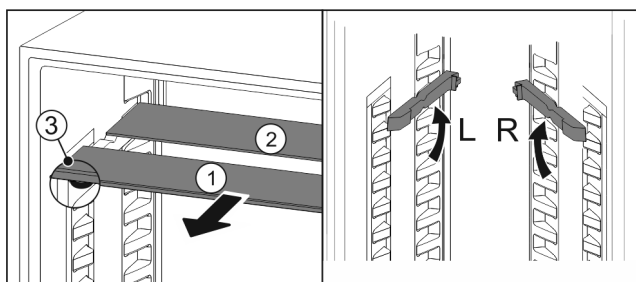

Fig. 94
- ▶ Vytiahnite sklené dosky jednotlivo dopredu Fig. 94 (1).
- ▷ Sklená doska Fig. 94 (1) s ozdobnou lištou leží vpredu.
- ▷ Zarážky Fig. 94 (3) ukazujú nadol.